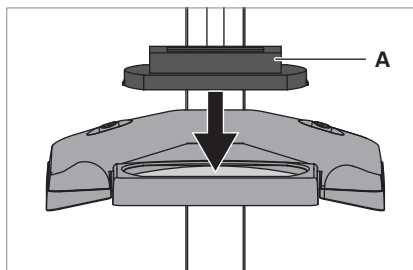

Fig. 3: Montare la copertura della lente.
- ▶ Spingere dall'alto la copertura della lente **A** sulla lente, vedi Fig. 3. La copertura della lente si blocca nella testa dell'apparecchio.